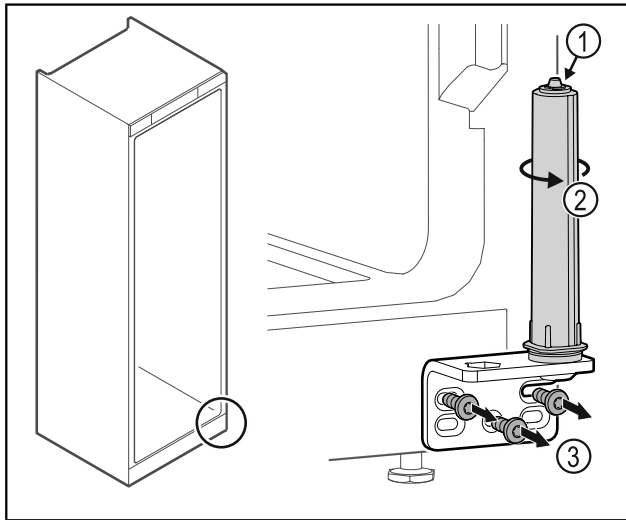

Fig. 27
- Türschließsystem nicht zerlegen Fig. 27 (1).
- ▶ Schließsystem Fig. 27 (2) drehen, bis es klickt.
- ▶ Scharnierwinkel Fig. 27 (3) abschrauben.